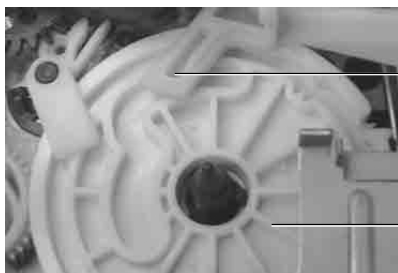

Fig. 22
- Cassettenschacht absenken (Kap. 1.2). Riemenscheibe des Fädelsmotors (Fig. 4) in Drehrichtung "Einfädeln" drehen, bis das Kurvenrad in der abgebildeten Stellung (Fig. 22) ist.
- Lower the cassette compartment (chapter 1.2). Turn the pulley of the threading motor (Fig. 4) in the "threading" direction until the cam wheel takes the position shown in Fig. 22.